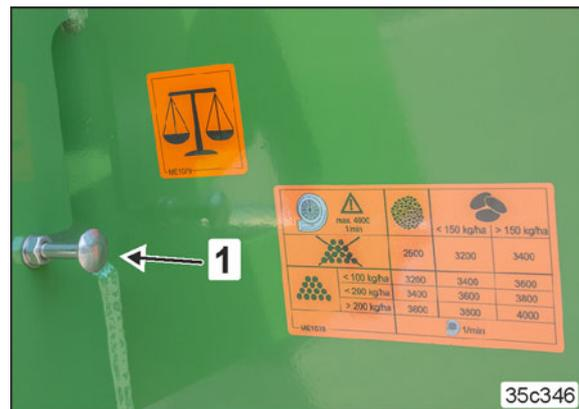

Fig. 162
13. Peser la quantité de semence ou d'engrais collectée dans les augets d'étalonnage (Fig. 162/1, tenir compte du poids du récipient) et multiplier :
4. Peser la quantité de semence ou d'engrais collectée dans les augets d'étalonnage (Fig. 162/1, tenir compte du poids du récipient)